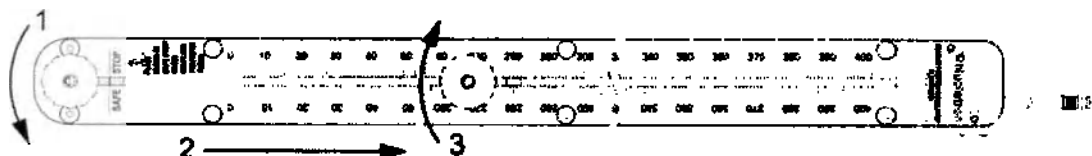

Рис. 12: перемещайте ручку управления по направлению к кнопке разблокировки, пока не почувствуете сопротивление
- Отвинтите ручку управления (1) и аккуратно перемещайте ее вдоль шкалы (2) по направлению к кнопке разблокировки, пока не почувствуете сопротивление; см. Рис. 12. Кончик кабеля имитатора источника или провод симулятора теперь касается конца аппликатора. Не применяйте чрезмерную силу, чтобы избежать повреждения кабеля. Перед считыванием значения зафиксируйте ручку управления (3).